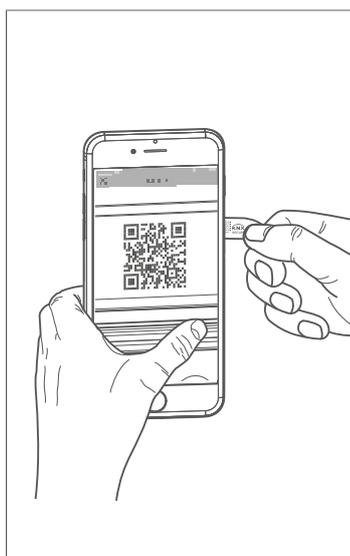
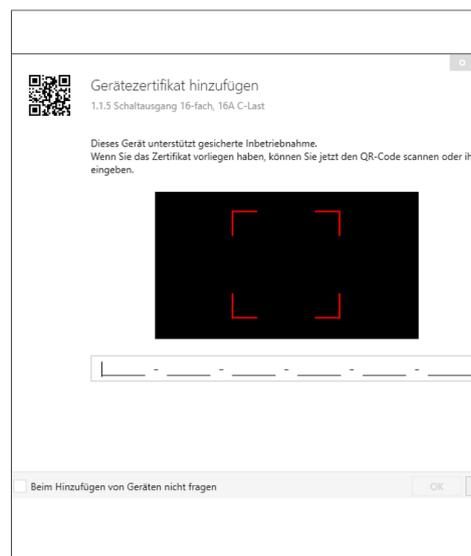

Fig. 7: Scansionare il codice QR
Fig. 8: Inserire il codice QR manualmente
- 2 Inserire il codice secure del dispositivo (codice QR) (Fig. 8), scansionarlo (Fig. 7) oppure aggiungerlo al progetto in ETS.